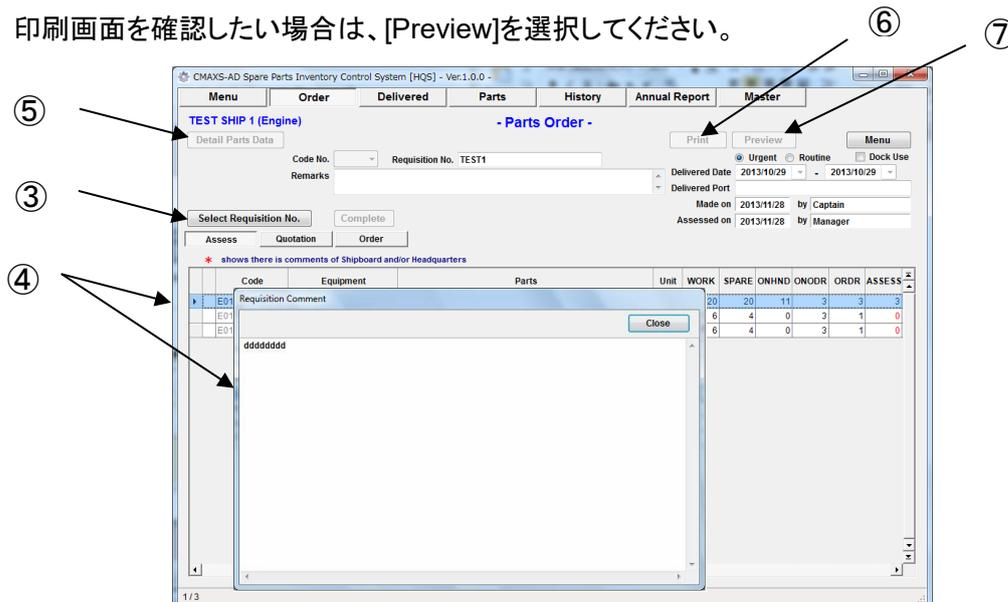

図 7-2 Order 画面
- (2) “Order 画面” (図 7-2)が表示されます。
- (3) 他の受信データから見積書を作成する場合は、[Requisition No.]を選択してください。
- (4) 本船からのコメントがある場合は[*]マークが画面左に表示されます。